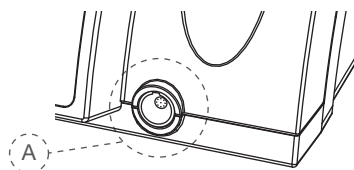

Fig. 2 Presa vista anteriore
5. Collegare la spina del cavo del micromotore alla presa di collegamento (Fig. 2, A) sul pannello anteriore dell'unità centrale.
*La presa di collegamento (Fig. 2, A) B è del tipo "premi e tira". Allineare il punto rosso sulla spina maschio in posizione verticale e inserirla in modo che entri nella guida della presa femmina. Non torcere la spina. Per scollegarla, estrarla utilizzando l'estremità in metallo del cavo. Non effettuare movimenti di rotazione.*